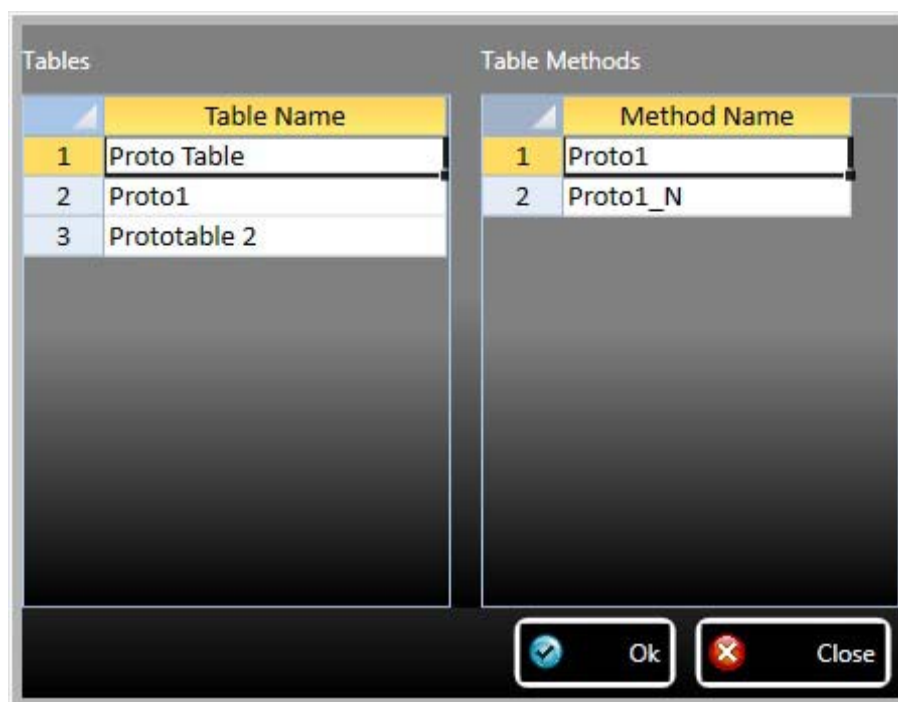

Figure 3-5
4. 选择刚刚从列表中创建的示例表，在表格中创建了分析方法显示在右侧窗口（见图 3-5）。